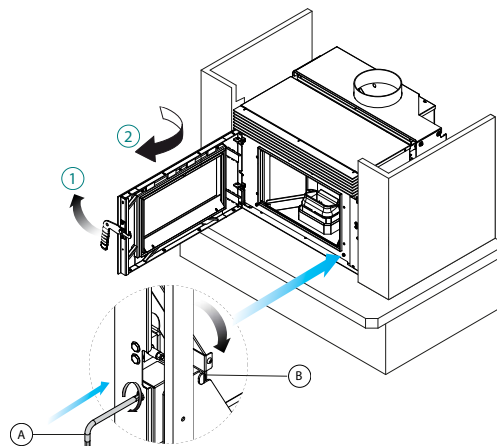

fig. 6.1.13
- 13) Abrir la puerta, insertar la llave Allen (A) en el alojamiento de bloqueo de seguridad ; girar la palanca de cierre en sentido horario, hasta (B) para bloquear las guías (fig. 6.1.13)